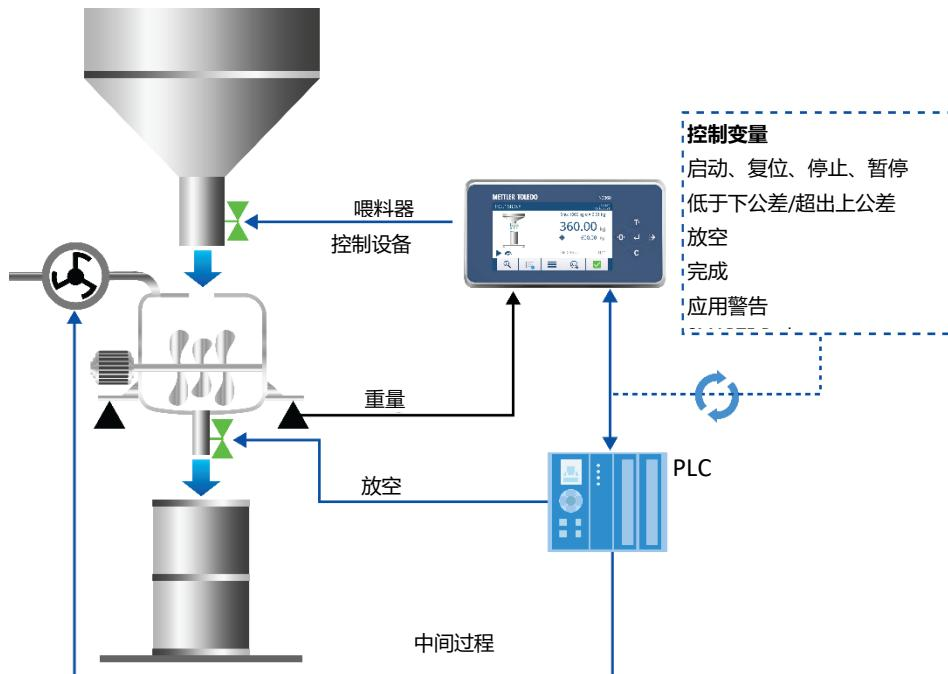

图 3-7：带有由 PLC 管理的中间过程的灌装/放空设置
- 在更复杂的情况下：在放空物料之前插入额外的物料处理步骤（例如混合）（图 3-7）。